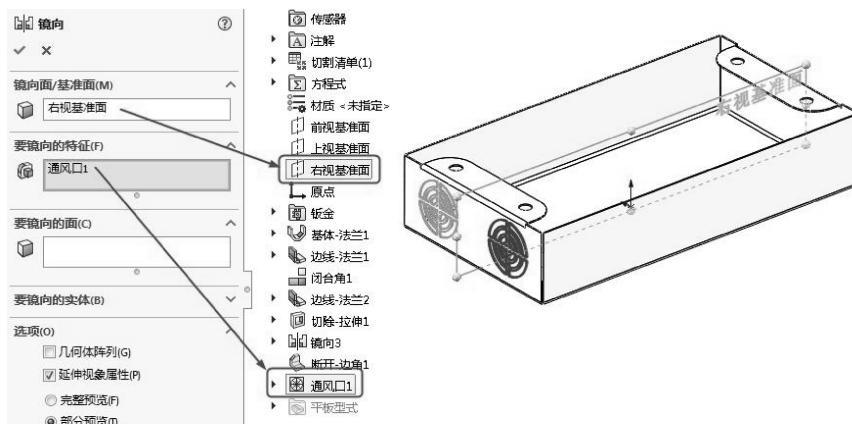

图 6-79 左右镜向通风口
- 12 单击【特征】选项卡中的【镜向】按钮，选择右视图基准面作为镜像面，选择通风口为要镜向的特征，创建镜向，如图6-79所示。